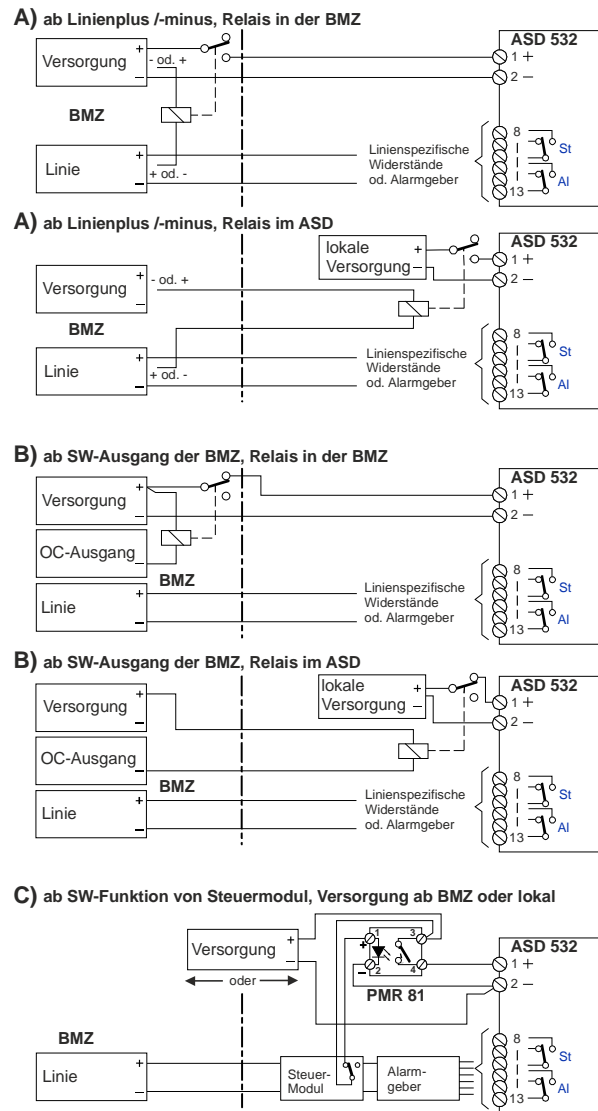

Abb. 35 Steuerung über Versorgung mit Relais
Die Ansteuerung des Hilfsrelais kann auf folgende Arten erfolgen (siehe **Abb. 35**):
- Die EMV-Schutzelemente am Eingang der ASD-Elektronik verursachen beim Anlegen der Versorgungsspannung eine kurzzeitige Stromspitze (5 A/1 ms). Dieser kann beim Einsatz von Hilfsrelais mit einer max. Kontaktbelastbarkeit von 1 A zum Verkleben des Relaiskontaktes führen. Deshalb sind **grundsätzlich** Hilfsrelais mit einer Kontaktbelastbarkeit **über 1 A** zu verwenden – z. B. Halbleiter-Relais PMR 81 (siehe **Abb. 35 C**).